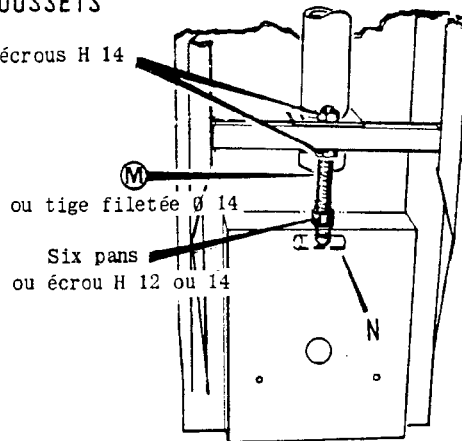

Fig. 28
- Plateforme étant suspendue à hauteur (crochets libres), visser un écrou H 14 sur les tirants M (fig.28) , mettre ceux-ci en place, visser à fond dans les écrous spéciaux N et visser le second écrou H14.